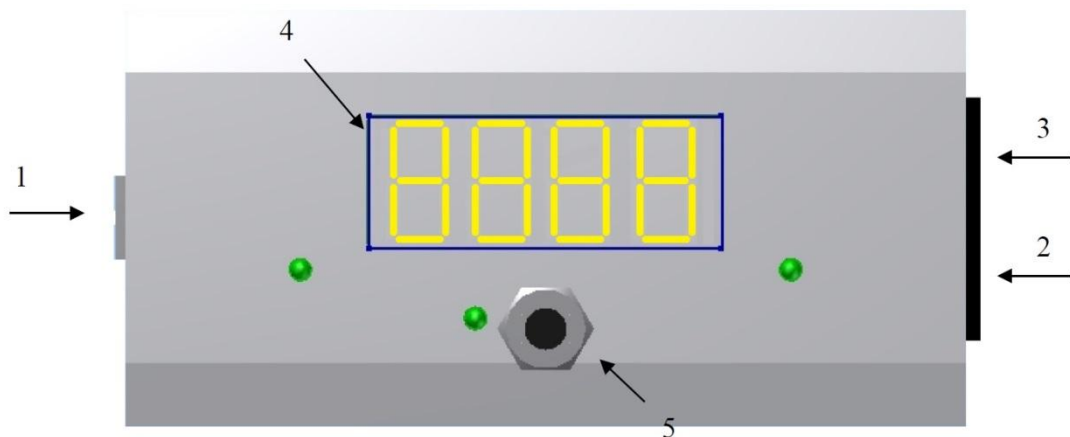

Рисунок 1: Преобразователь интерфейсов ТаКоМа
- Преобразователь интерфейсов представлен на Рисунок 1.
Если преобразователь интерфейсов «ТаКоМа» подключён к компьютеру по кабелю USB и к тахографу через передний D-образный разъем жгутом и на корпусе преобразователя горят соответствующие светодиоды (Рисунок 1), то определить необходимый порт можно автоматически, воспользовавшись кнопкой с изображением микросхемы. При нажатии на эту кнопку программа, перебирая все имеющиеся в системе порты, попытается определить подключённую ТаКоМу и информирует о результате поиска.